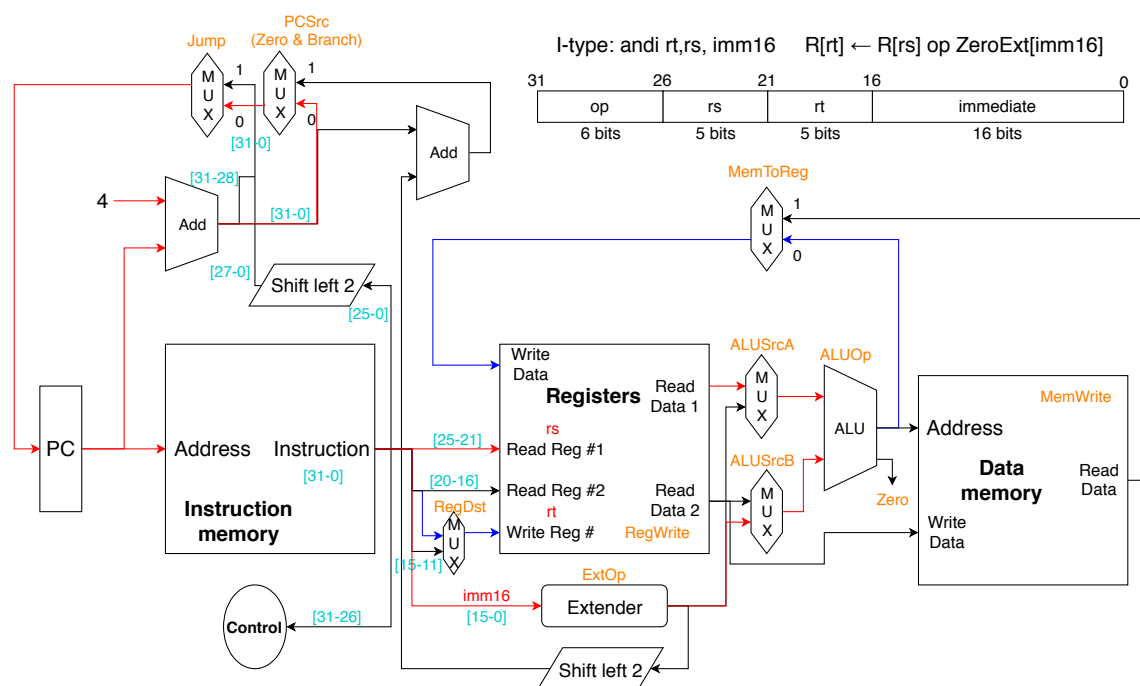

图 4: Addiu/andi/ori/slti通路
2. addiu/andi/ori/slti指令均为I类型，数据通路相同，同样是ALU操作码不同。见图4，执行阶段从指令中读入rs、rt寄存器的地址，但rt是作为写入寄存器(RegDst=0)；指令低16位进行扩充，将rs的内容和立即数送入ALU运算，最后写回rt寄存器。注意addiu/slti进行